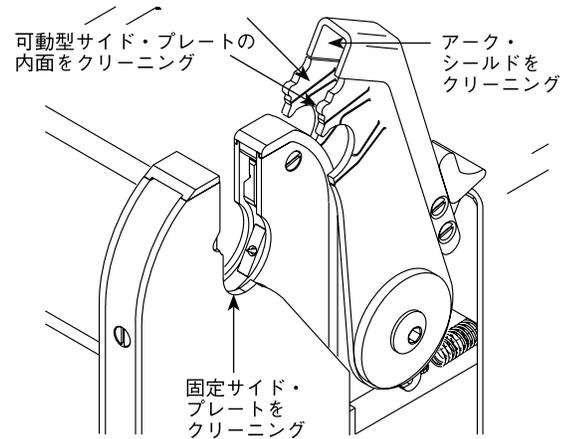

図 40：サイド・プレートとアーク・シールドを検査する
2. ステンレス鋼製ワイヤー・ブラシを使用して、溶接物に接触するサイド・プレートのコレットの表面のクリーニングを行います。図 40 をご参照ください。